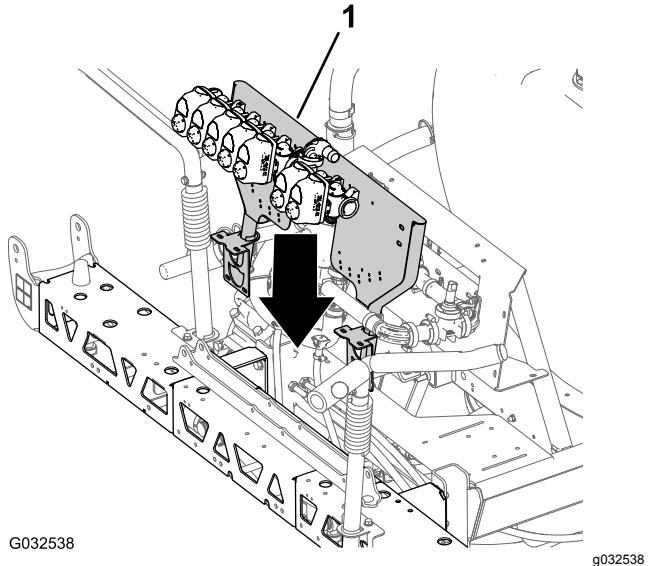

図 61
1. 所定の能力のある昇降装置を使ってバルブマウントスプレーバルブアセンブリを吊り上げ、センターブームに合わせる図 61。